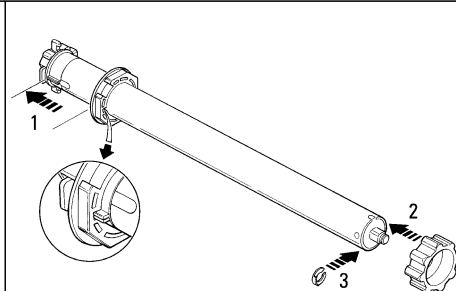

Fig. 4
1. Infilare la corona del finecorsa **(E)** sul motore **(A)** fino ad inserirsi sulla corrispondente ghiera del finecorsa **(F)** facendo combaciare le due scanalature; spingere sino alla battuta come indicato in fig. 4.